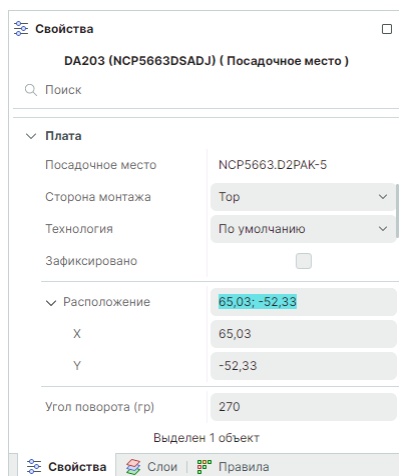

Рис. 153 Ввод координат для перемещения посадочного места
2. В пункте «Расположение» раздела «Плата» в панели «Свойства» введите новые координаты посадочного места, см. Рис. 153. Пункт